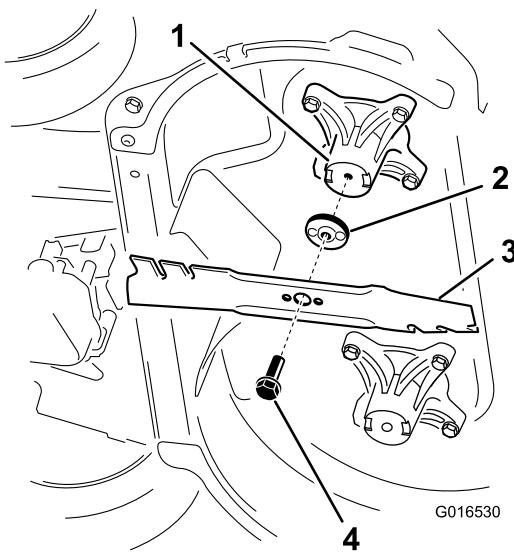

Figura 44
2. Retire cada cuchilla, según se muestra en Figura 44.
- Instale la primera cuchilla en posición horizontal, junto con todos los herrajes de montaje, según se muestra en Figura 44.